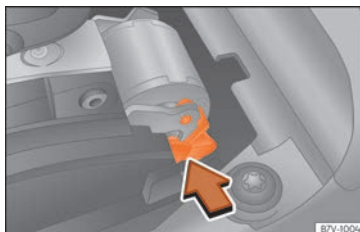

Fig. 242 Desbloqueo de emergencia del bloqueo de la palanca selectora.
- Pulse la palanca de desbloqueo  **fig. 242** en el sentido de la flecha y manténgala en esta posición.